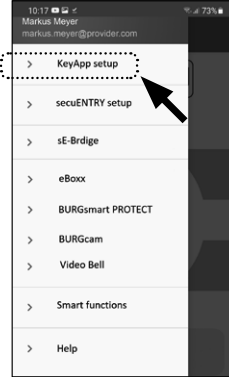

Abb. 75
- 3 Tippen Sie den Menüpunkt „KeyApp setup“ (Abb. 75) an.